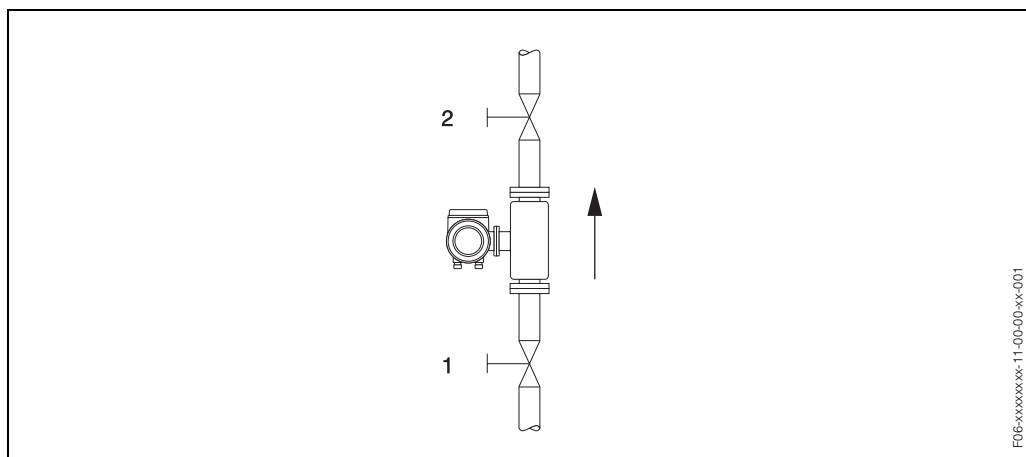

Fig. 34 : Etalonnage du zéro et vannes de fermeture
- L'étalonnage est réalisé sur des tubes de mesure entièrement remplis et avec un débit nul ( $v = 0$  m/s). Pour ce faire on peut prévoir des vannes de fermeture en amont ou en aval du capteur ou utiliser des vannes ou clapets existants (fig. 34).